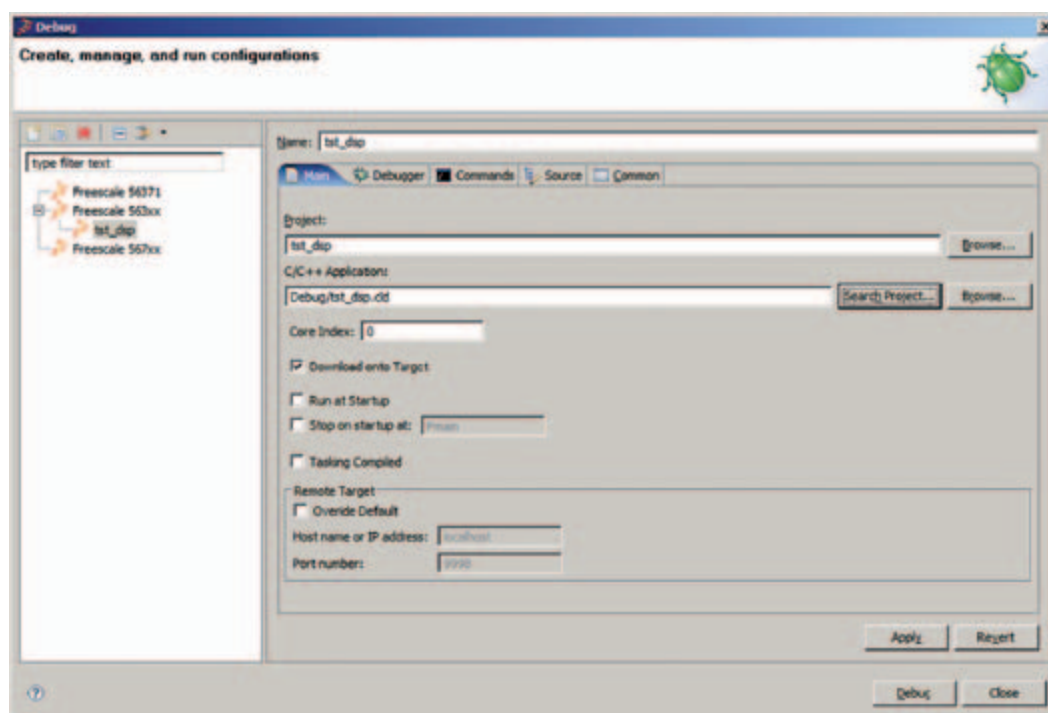

Figura 9. Configurando el debugger.
9. Para hacer el debugging seleccionamos el punto del menú *Run -> Debug*. Como procesador (véase la **figura 9**) optamos por el *Freescape 563xx* y ajustamos una nueva configuración de *Debug* con el botón de *New Launch Configuration* ("hoja de papel" con el signo "+" en amarillo). Esta configuración también puede hacerse mediante un doble clic en *Freescape 563xx*.